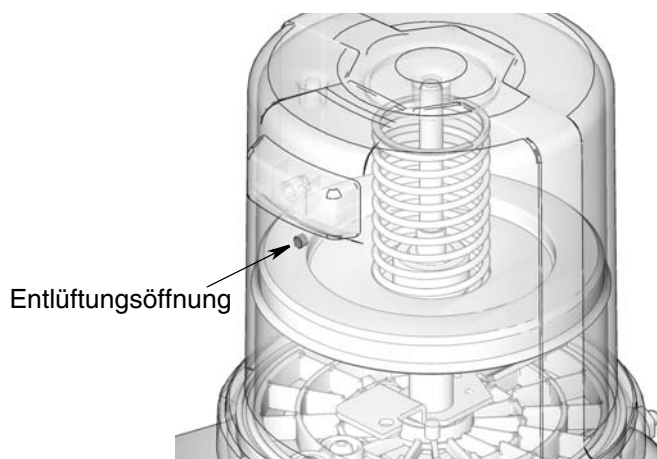

ABB. 24
3. Befüllen Sie den Schmiermittelbehälter mit Schmiermittel, bis die Dichtung der Druckfolgeplatte die Entlüftungsöffnung erreicht (ABB. 24) und der Großteil der Luft aus dem Schmiermittelbehälter verdrängt worden ist.